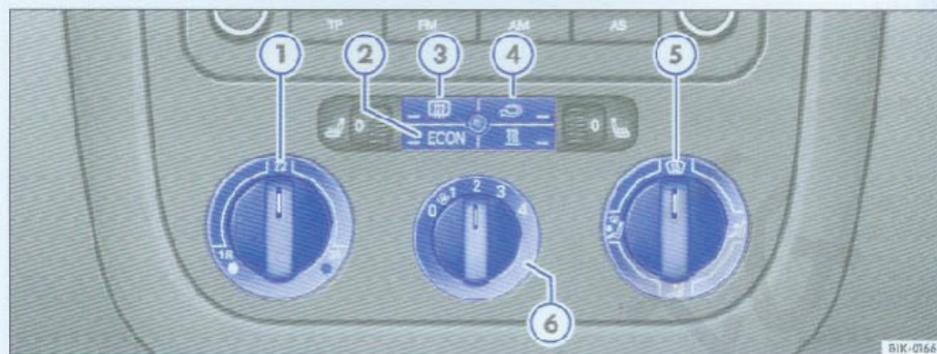

图83 中间副仪表板：空调控制开关
- 顺时针旋转温度旋扭开关①⇒图83，设定温度。
- 旋转鼓风机旋钮开关⑥，设定鼓风机转速。
- 用空气分配旋扭⑤调节送风方向：(前风窗)、(乘员上身)、(胸部空间)及(前风窗与脚部空间)。
- 按压[ECON]按钮⇒图83（按扭内的指示灯不应点亮），打开制冷系统。
- 调节鼓风机旋钮开关⑥，设定鼓风机转速。